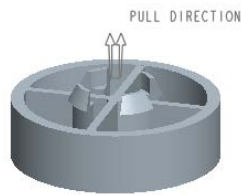

图 18.3 参考件组装完成后
Step4. 在“布局”对话框的 **布局** 区域中单击 ☒ **单一** 单选项，在“布局”对话框中单击 **预览** 按钮，单击 **确定** 按钮；单击 **Done/Return (完成/返回)** 命令，结果如图 18.3 所示。